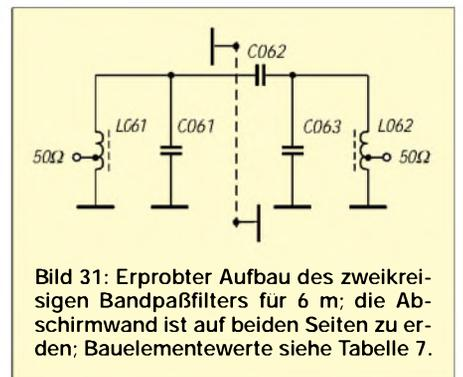

Bild 31: Erprobter Aufbau des zweikreisigen Bandpaßfilters für 6 m; die Abschirmwand ist auf beiden Seiten zu erden; Bauelementewerte siehe Tabelle 7.
- Demzufolge wird hier ein Abschirmblech zum Muß. Beim Aufbau auf einer einseitigen Platine muß dieses an beiden Enden gerdet werden, wie Bild 31 andeutet.